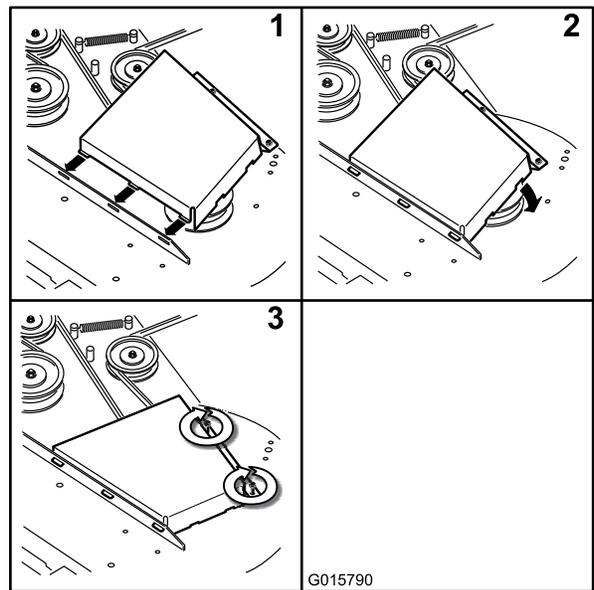

Figure 68
4. Posez les couvercles de courroie (Figure 68).